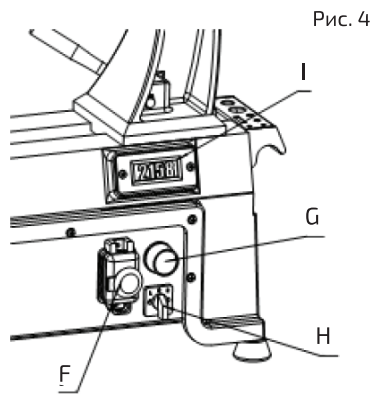

Рис. 4
1. Кнопка включения/отключения с грибовидным толкателем (F на рис. 4). Для включения станка необходимо вытянуть толкатель. Для отключения станка необходимо нажать на толкатель.
2. Регулятор частоты вращения (G на рис. 4). Установить регулятор на требуемое значение. В станке предусмотрено три диапазона частоты вращения.
3. Переключатель прямого/обратного направления вращения (H на рис. 4). Для изменения направления вращения шпинделя необходимо изменить положение переключателя. Направление вращения можно изменять только при остановленном шпинделе.
4. Индикатор частоты вращения шпинделя (I на рис. 4). Отображает частоту вращения шпинделя.